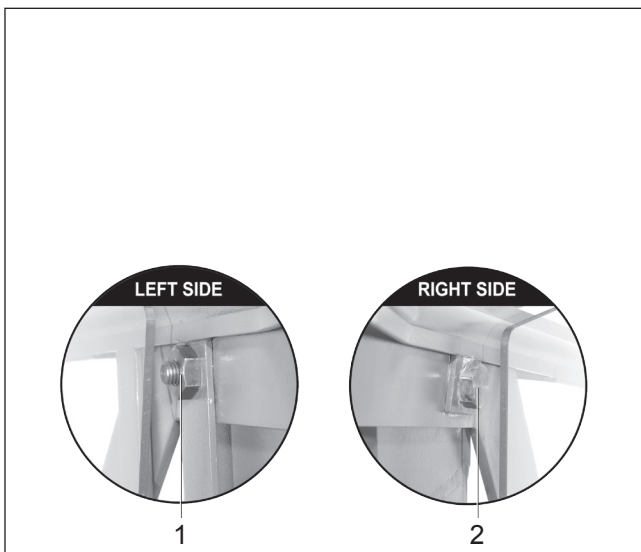

Fig. 12
- Mutter (Fig. 12/1) und Sechskantschraube (Fig. 12/2) lösen.
- Sechskantschraube (Fig. 12/2) festziehen bis ein wenig Spiel vorhanden ist.
- Mutter (Fig. 12/1) festziehen um die Einstellung zu sichern.